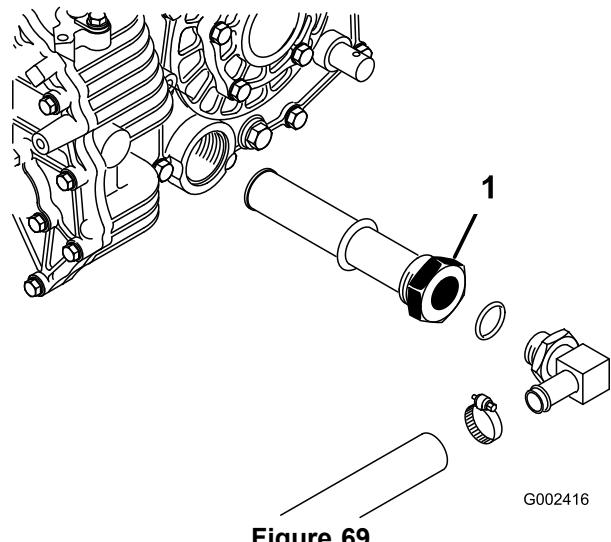

Figure 69
3. Notez l'orientation du flexible hydraulique et du raccord à 90° raccordé à la crête sur le côté du réservoir (Figure 69). Déposez le flexible hydraulique et le raccord à 90°.